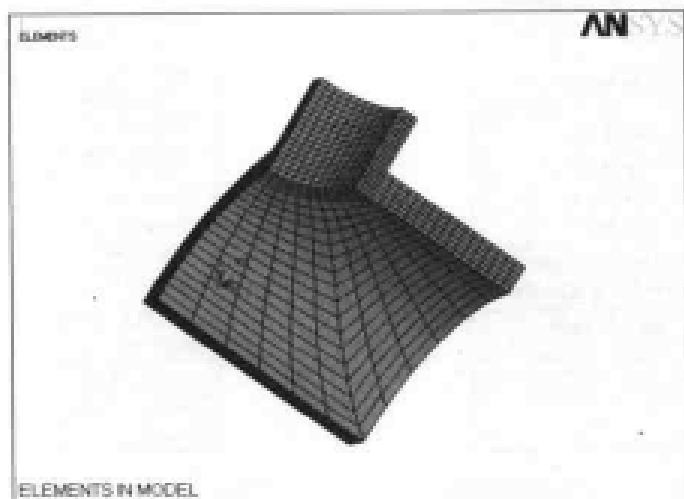

图 9-109 网格划分结果显示
(32) 选择 Utility Menu | Plot | Element 命令, ANSYS 显示窗口将显示网格划分后的结果, 如图 9-109 所示。